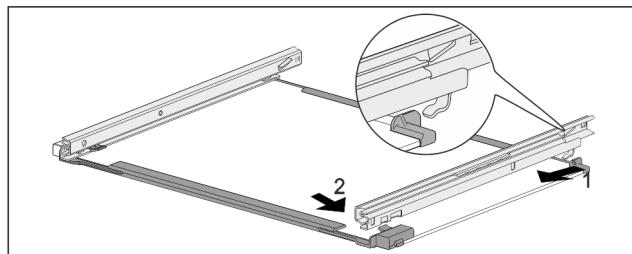

Fig. 171 带轨道的玻璃隔板
- ▶ 轨道后部钩入。Fig. 171 (1)
- ▶ 轨道前部卡紧。Fig. 171 (2)